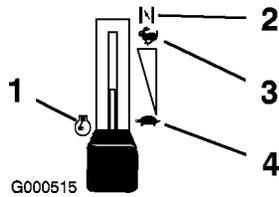

Figure 8
3. Placez la manette d'accélérateur en position Starter pour démarrer à froid (Figure 8).
5. Lorsque le moteur a démarré, amenez progressivement la manette d'accélérateur en position Haut régime (Figure 8). Si le
- Placez la manette d'accélérateur en position Régime maximum (Figure 8).